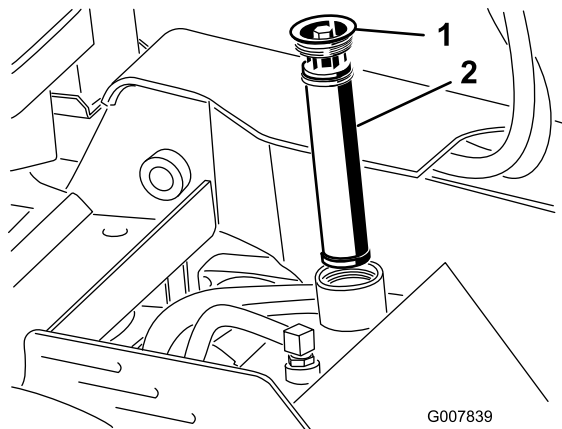

Рисунок 58
4. Снимите и удалите в отходы старый фильтр (Рисунок 58).
5. Установите сменный гидравлический фильтр и крышку заливной горловины (Рисунок 58), затяните верхний болт с моментом 13–15,5 Н·м.
5. Снимите крышку заливной горловины гидравлического бака и фильтр (Рисунок 58).
10. Установите гидравлический фильтр и крышку заливной горловины (Рисунок 58) и затяните верхний болт с моментом 13–15,5 Н·м.